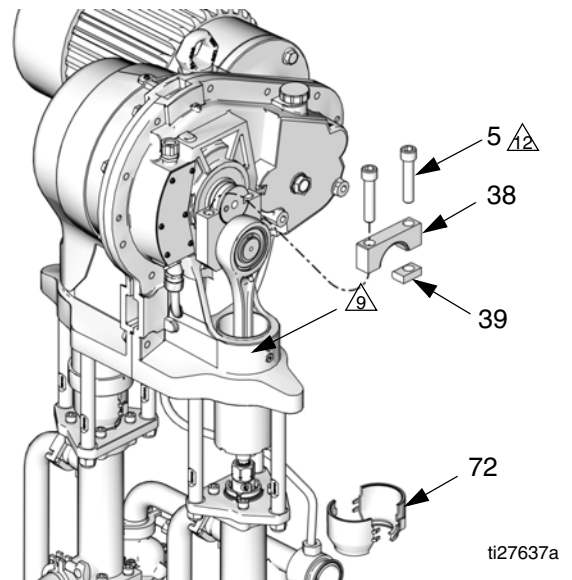

FIG. 17. Rimuovere il cappuccio del braccio di manovella
5. Appoggiare uno straccio pulito sulla sommità del cilindro del cursore (2) per evitare che la sporcizia cada nel gruppo a cursore durante lo smontaggio.
6. Rimuovere la protezione a 2 articoli (72) inserendo un cacciavite direttamente nel foro e utilizzandolo come leva per sbloccare la linguetta. Ripetere l'operazione per tutte le linguette. **Non** utilizzare il cacciavite per fare leva sulle protezioni per aprirle.
7. Inserire la chiave da 3/4" sulle facce di presa del pistone a cursore (9) (appena sopra il dado di accoppiamento), per mantenere fissi il pistone a cursore/biella quando si sta allentando il dado di accoppiamento (14). Orientare la chiave di modo che sia serrata contro uno dei tiranti (3). Applicare una forza eccessiva sul pistone a cursore/biella può ridurre la durata del cuscinetto dello spinotto del pistone.
8. Usando una chiave aperta da 1-5/8" svitare il dado di accoppiamento (14) dal pistone collegato alla biella (9) e farlo scorrere verso il basso contro la biella della pompa. Fare attenzione a non allentare i collari (13).
9. Vedere FIG. 17. Usando una chiave esagonale 1/2", svitare le due viti del cappuccio (5). Rimuovere il cappuccio della manovella (38) e la chiavetta (39). Se necessario, usare un martello di plastica per staccare queste parti.
14. Far scorrere il pistone (9) e la biella (7) nel cilindro (2).
15. Posizionare la manovella (4) per impegnare l'albero di uscita (OS) e farla girare verso la parte bassa dell'albero di uscita.
16. Appoggiare uno straccio pulito sopra il cilindro della biella (2) per evitare che dei materiali di scarto cadano nel gruppo biella durante il rimontaggio.
17. Vedere FIG. 17. Applicare lubrificante antigrippaggio (LPS[®]-04110 o equivalente) alle filettature delle viti a brugola (5). Installare la chiavetta (39), il cappuccio della manovella (38) e le viti del cappuccio (5), orientate come illustrato. Mentre la vite lato gioco è ancora allentata, serrare la vite lato chiavetta a una coppia di 283-310 N•m (210-230 ft-lb). Quindi serrare la vite lato gioco a una coppia di 283-310 N•m (210-230 ft-lb). Serrare le viti per altre 2-3 volte ciascuna o finché non smettono di girare se serrate a 283-310 N•m (210-230 ft-lb).
18. Accertarsi che i collari (13) siano in posizione sul dado di accoppiamento (14).
19. Inserire la chiave da 3/4 in. sulle facce di presa del pistone a cursore (9) per mantenerlo fisso quando si sta serrando il dado di accoppiamento (14). Orientare la chiave affinché sia serrata contro uno dei tiranti (3) o contro il supporto della pompa. Serrare il dado di accoppiamento (14) sul pistone a cursore (9) con una coppia di 102-108 N•m (75-80 lb-ft).
20. Montare le protezioni (72) inserendo i bordi inferiori con la scanalatura nel cappuccio della tazza bagnata. Agganciare insieme le due protezioni.
21. Rimuovere lo straccio. Reinstallare il coperchio (32 o 21) e le viti (12).